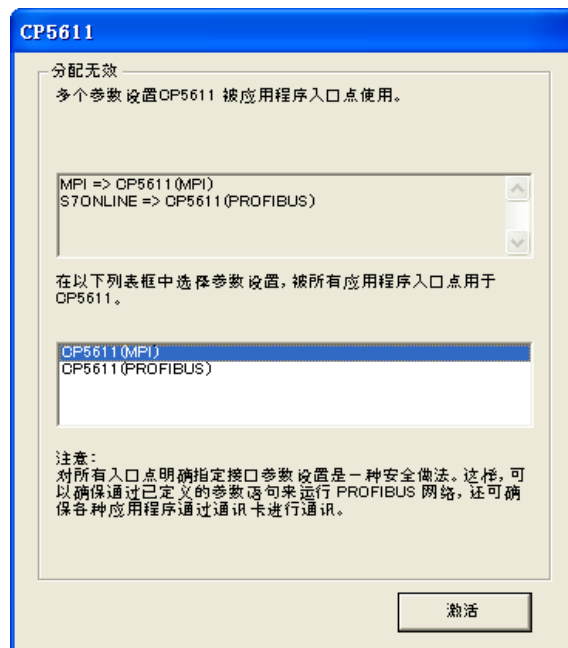

图 4.45 激活 MPI 模式
d) 选择 CP5611 (MPI) 并点击“激活”按钮，完成配置，如下图 4.45 所示：